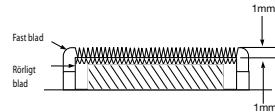

Bild. 4
- Sätt tillbaka originalsksruvarna och skruva fast dem lätt. Justera sedan båda bladen, punkt för punkt, enligt vad som visas i bild 4 nedan.